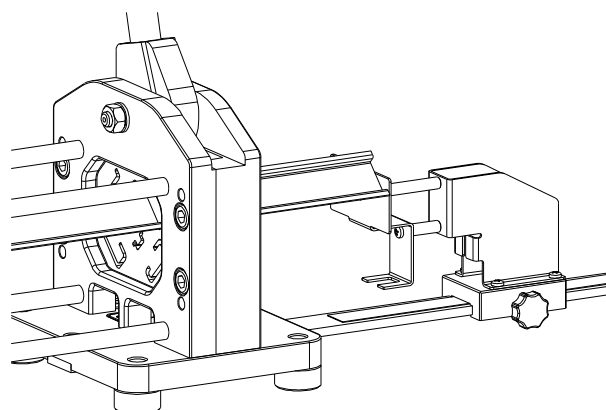

Fig. 8
- pousser le profilé contre le battement du dispositif de régulation (Fig. 8)